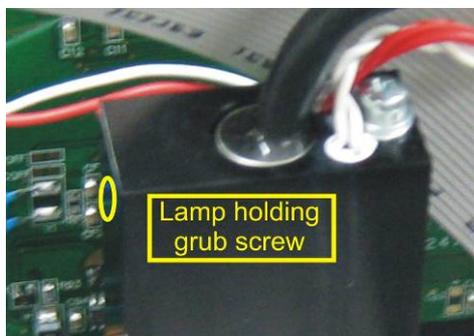

Figure 61 – Emplacement de la vis sans tête maintenant la lampe UV
5. Desserrer la vis sans tête (clé hexagonale de 1,5 mm) du trou situé sur le côté gauche du bloc lampe (voir Figure 61) qui retient la lampe UV et faire glisser cette dernière hors du bloc.